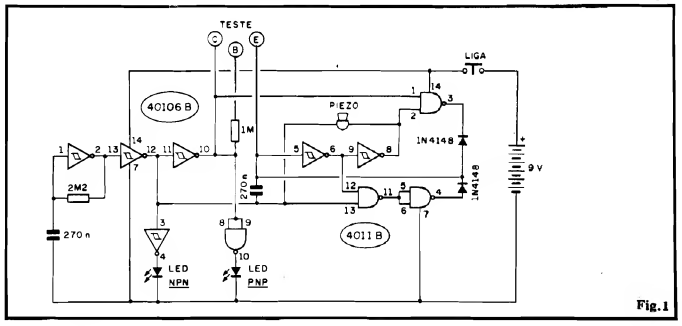

Fig.1
- FIG. 1 - O CIRCUITO - As diversas funções, verificações e análises efetuadas pelo GANT constituem conjunto bastante complexo de trabalhos, a nível circuitual... Para sintetizar tudo, compactando o arranjo (e também seu custo...) adotamos o uso de dois Integrados da "família" digital C.MOS, super-versáteis, aproveitados ao máximo dentro das suas potencialidades e capacidades: um 40106 (sêxtuplo inversor simples Schmitt Trigger) e um 4011 (quádrupla porta NAND de duas entradas cada...). O gate do 40106 delimitado pelos pinos 5 e 6 está arranjado em oscilador, cuja Frequência (dentro da faixa de áudio) é determinada basicamente pelo capacitor de 270n e pelo próprio valor "resistivo" assumido pelo percurso emissor/coletor do transistor testado... Este tem seu terminal de base intermitentemente polarizado (em parâmetro fixo) através do resistor de 1M, o qual, por sua vez, recebe "estados" positivos e negativos na razão da oscilação efetuada por
Circuito - fig. 1) "alivia" bastante a placa, em termos de tamanho e "congestionamento"... Assim o lay out (em tamanho natural na fig. 2) é muito simples e compacto, não devendo representar ao